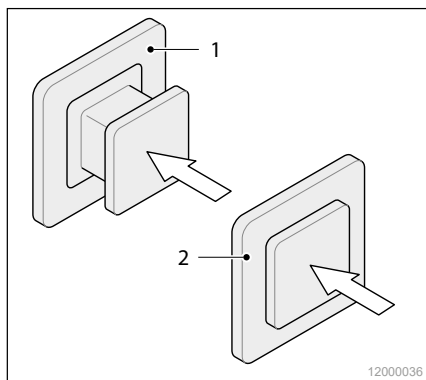

Abb. 21 Push-Lock-Verschluss
- ▶ Drücken Sie auf den geschlossenen Verriegelungsknopf (Abb. 21/2), der Knopf springt hervor.
- ▶ Schließen Sie das Möbelstück und drücken Sie den geöffneten Verriegelungsknopf (Abb. 21/1) bis zum Einrasten ein. Der Verriegelungsknopf bleibt in seiner Stellung, das Schloss ist verriegelt.